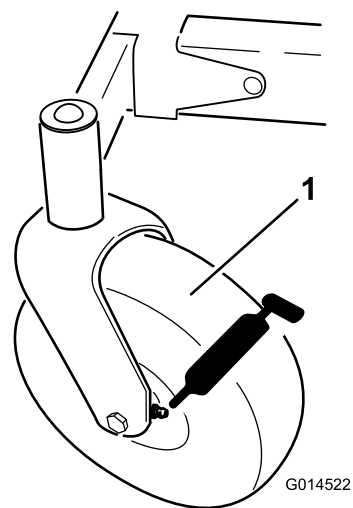
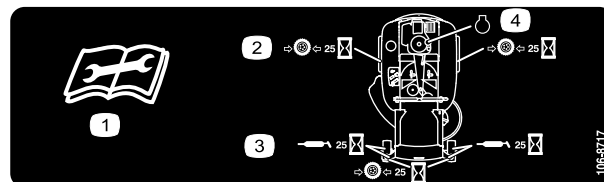

Figura 30
Figura 31
3. Pulite i raccordi d'ingrassaggio (Figura 30 e Figura 31) con un panno.
4. Collegare un ingrassatore a pressione a ciascun ingrassatore (Figura 30 e Figura 31).